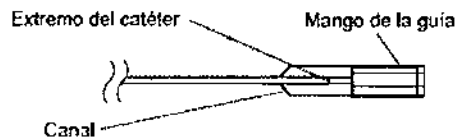

Figura 4. Catéter asentado en el interior del mango de la guía.
3. Confirme que el catéter está asentado en el interior del canal del mango de la guía (Figura 4).